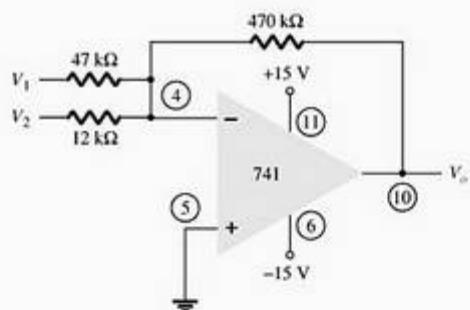

Figura 14.50 Problema 6.
6. Calcule a tensão de saída para o circuito da Figura 14.50 com entradas de $V_1 = 40\text{ mV rms}$ e $V_2 = 20\text{ mV rms}$.